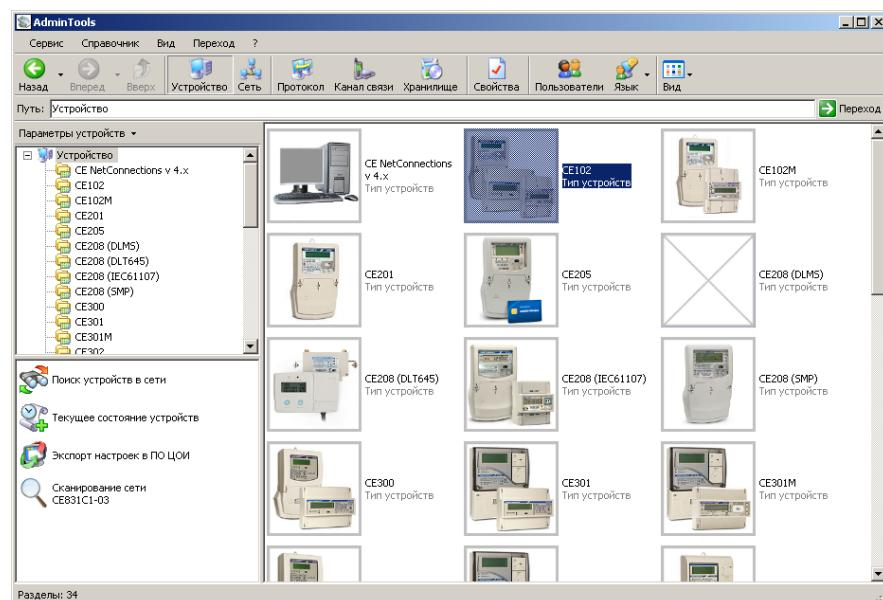

Рисунок 21 – Вид окна программы для выбора типа счётика
5.2.1 Нажать кнопку «Устройство» на панели инструментов. Выбрать тип устройства «CE102» в проводнике устройств, находящемся в левом верхнем углу, одним нажатием левой кнопки мыши или в главном окне программы двойным нажатием кнопки мыши (см. Рисунок 21).